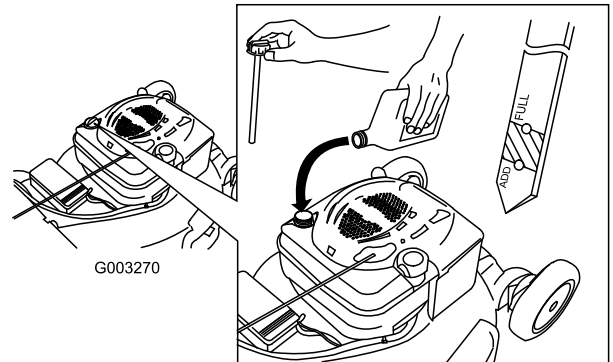

Bild 48
4. Füllen Sie das Öl **langsam** in den Einfüllstutzen ein, um den Ölstand auf die Voll-Markierung am Peilstab anzuheben (Bild 48). **Füllen Sie nicht zu viel ein.** (Max. Füllstand: 0,59 l des Typs: Waschaktives SAE 30W-Öl mit der Klassifizierung SF, SG, SH, SJ, SL oder höher durch das American Petroleum Institute (API).)